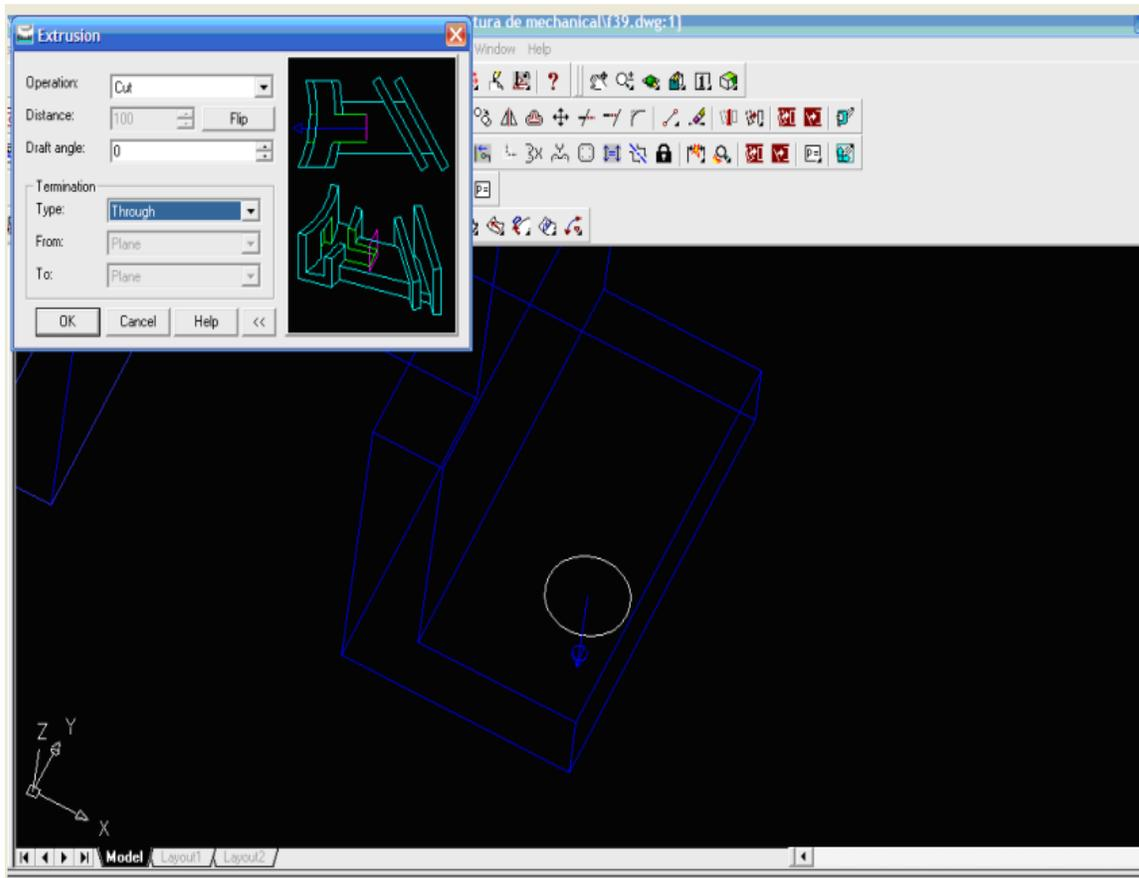

Figura 42
22. Finalmente lo extruimos como lo hicimos ya en dos ocasiones solo que esta vez utilizaremos la opción *Cut* y seleccionaremos *Trough* en la ventana de extrusión como se muestra a continuación en la *figura 42*.